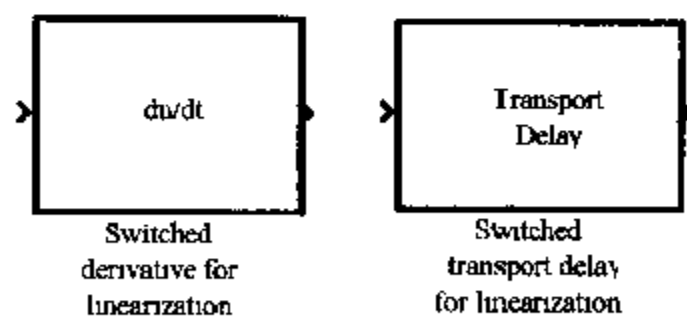

图 6.57 线性化库中的模块
5) 线性化库包含的模块如图 6.57 所示。包括线性化转换导数、转换传递延迟两个模块。